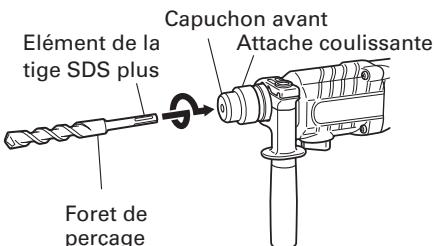

Fig. 2
## 6. Montage du foret de perçage (Fig. 2)
- (1) Nettoyer la section de la queue du foret.
- (2) Insérer le foret en le tournant dans le porte-outil jusqu'à ce qu'il se verrouille. (Fig. 2)
- (3) Vérifier que le foret est bien verrouillé en tirant dessus.